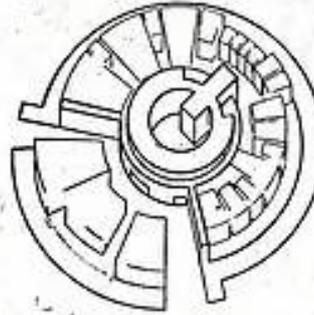

FIG. 6
Dans ce cas, on se trouve en présence d'un transistor NPN dans lequel la base B est positive (P) et les deux autres électrodes : l'émetteur E et le collecteur C, négatifs (N). Le dessin symbolique d'un transistor à jonction PNP est le même que celui d'un transistor à pointes PNP. C'est celui de la figure 5 avec la flèche de l'émetteur dirigée vers la base. Les transistors du type NPN sont symbolisés par le dessin de la figure 6. La flèche est dirigée vers l'extérieur.